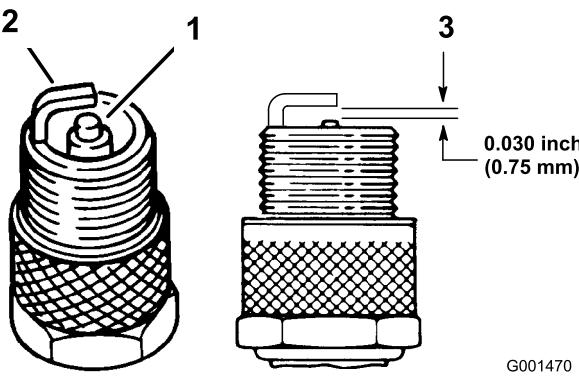

Bild 38
1. Sehen Sie sich die Mitte der Zündkerzen an (Bild 38). Wenn der Kerzenstein hellbraun oder grau ist, ist der Motor richtig eingestellt. Eine schwarze Schicht am Kerzenstein weist normalerweise auf einen schmutzigen Luftfilter hin.
- Prüfen Sie den Abstand zwischen den mittleren und seitlichen Elektroden (Bild 38). Verbiegen Sie die seitliche Elektrode (Bild 38), wenn der Abstand nicht stimmt.
- Schließen Sie die Zündkerzenstecker an die Zündkerzen (Bild 38).